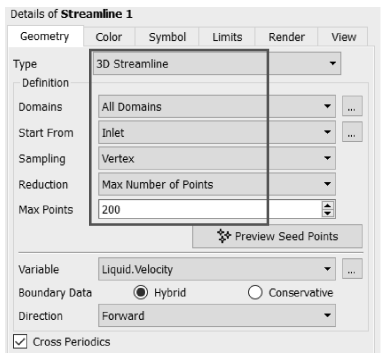

图 11-80 三维迹线设置
(3) 插入三维迹线云图：在工具栏中单击【Streamline】并确定，其设置默认，【Domains】= All Domains，【Start From】= Inlet，【Sampling】= Vertex，【Max Points】= 200，【Variable】= Liquid Velocity，其他为默认，单击【Apply】，如图 11-80 所示。速度三维迹线云图如图 11-81 所示。